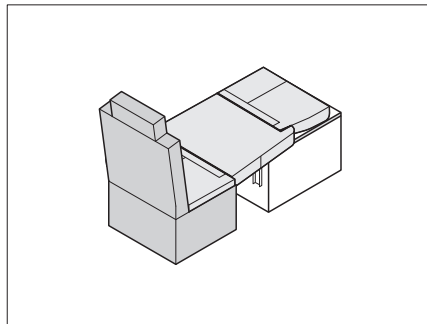

Bild 229 Positionera sittdynor
- Ta bort ryggstödet (Bild 229,1) från enkelsätet (se kapitel 7.17.9).
- Placera sittdynor och extradynor på det sänkta bordet som visas i Bild 229.